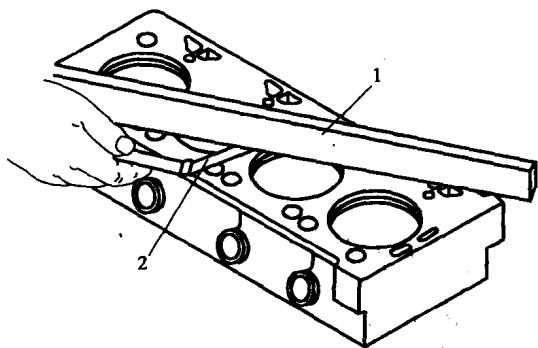

图 1.1.5 用直尺和塞尺来检查气缸盖的平直度
2. 当塞尺同一把直尺一起使用时, 塞尺可用来检查零件的平直度, 如汽缸盖的平直度 (如图 1.1.5)。